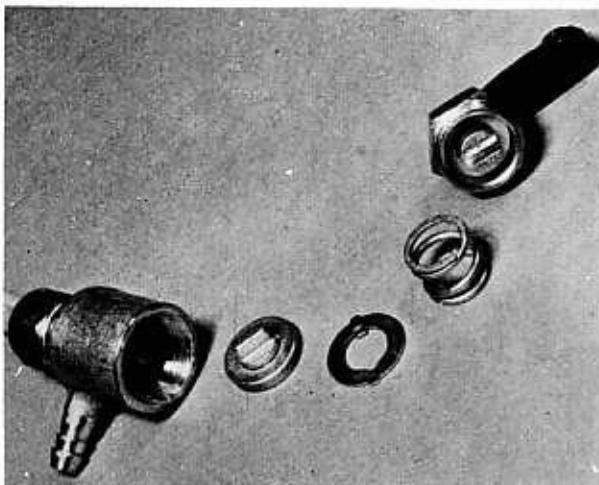

Bild 81
- Zum Zerlegen des Hahns muss die Sechskant-Überwurfmutter, durch welche die Hahnachse führt, abgeschraubt werden (Bild 81). Achten Sie genau auf die Anordnung der Teile, wenn die Leichtmetallplatte mit der Nut nicht richtig eingesetzt wird, kann der Hahn nicht richtig arbeiten (Bild 82). Falls der Hahn rinnt, ist die Dichtung aus synthetischem Gummi abgenutzt und muss ersetzt werden. Der Zusammenbau erfolgt in umgekehrter Reihenfolge.